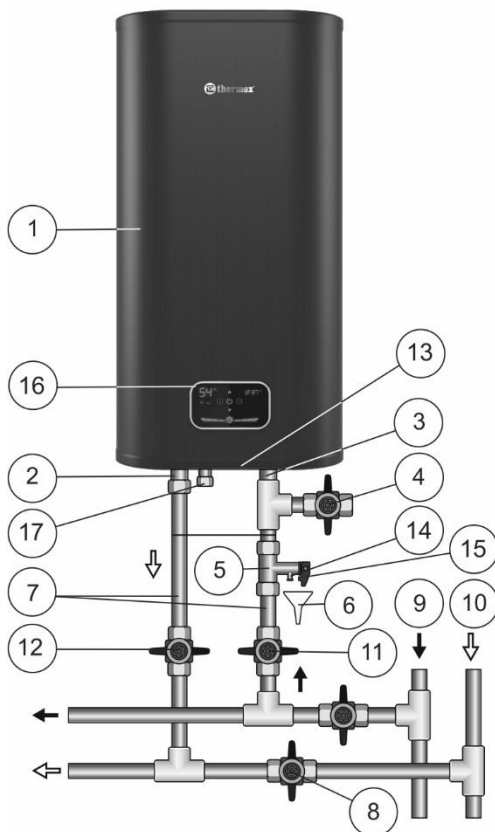

Рисунок 1. Схема подключения ЭВН к водопроводу в вертикальном положении вертикальных моделей V.
Внутренний бак изготавливается из высококачественной нержавеющей стали с содержанием титана, что обеспечивает высокую коррозионную стойкость и, как следствие, длительный срок эксплуатации. Пространство между внешним корпусом и внутренним баком заполнено пенополиуретаном - современной, экологически чистой теплоизоляцией, обладающей наилучшими характеристиками теплосбережения. Модели Flat Diamond Touch Pro Wi-Fi (ID PRO Wi-Fi) имеют два резьбовых патрубка: для входа холодной воды (Рис. 1, п. 3) с синим кольцом и выхода горячей воды (Рис. 1, п. 2) - с красным кольцом. На лицевой стороне ЭВН во всех моделях находится панель управления (Рис. 1, п. 16).
Предохранительный клапан (Рис. 1, п. 5) выполняет функции обратного клапана, препятствуя попаданию воды из водонагревателя в водопроводную сеть в случаях падения в последней давления и в случаях возрастания давления в баке при сильном нагреве воды, а также функции защитного клапана, сбрасывая избыточное давление в бак при сильном нагреве воды. Во время работы водонагревателя вода может просачиваться из выпускной трубы предохранительного клапана для сброса излишнего давления, что происходит в целях безопасности водонагревателя. Эта выпускная труба должна оставаться открытой для атмосферы и быть установлена постоянно вниз и в незамерзающей окружающей среде.
Необходимо обеспечить отвод воды из выпускной трубы предохранительного клапана (Рис. 1, п. 14) в канализацию, предусмотрев при монтаже ЭВН соответствующий дренаж (Рис. 1, п. 6).
Необходимо регулярно (не реже одного раза в месяц) проводить слив небольшого количества воды через выпускную трубу предохранительного клапана в канализацию для удаления известковых осадков и для проверки работоспособности клапана. Для открывания клапана он снабжен ручкой (Рис. 1, п. 15). Необходимо следить, чтобы во время работы ЭВН эта ручка находилась в положении, закрывающем слив воды из бака.
Установить предохранительный клапан (Рис. 1, п. 5) на входе холодной воды (Рис. 1, п. 3), помеченном синим кольцом, закрутив на 3,5 - 4 оборота, обеспечив герметичность соединения любым уплотнительным материалом (льном, лентой ФУМ и др.).
- Вертикальные модели V в соответствии с Рис. 1
| ЭВН работает, но не нагревает воду | Вентиль (Рис. 1, п.8) не закрыт или вышел из строя | Закрыть или заменить вентиль (Рис. 1, п.8) |